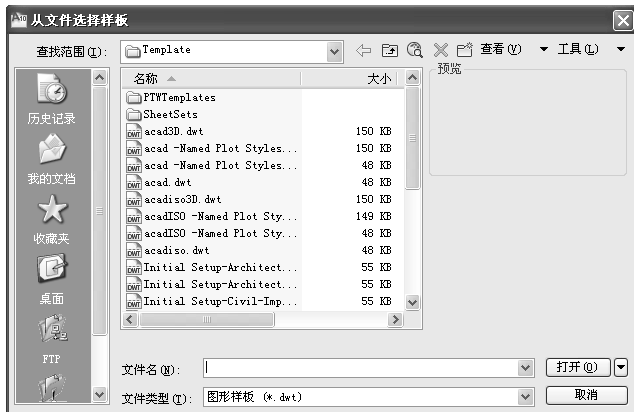
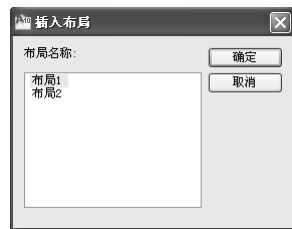

图 12-7 “从文件选择样板”对话框
图 12-8 “插入布局”对话框
(2) 删除:删除现有的一个布局。根据命令行提示输入要删除的布局名。如删除所有布局,则 AutoCAD 会在所有布局删除之后自动重建一个新布局“布局1”。
(3) 新建:新建一个布局标签。
(4) 样板:从 DWG 或 DWT 文件中已有的布局来创建新的布局。当选择此选项时,可以在弹出的“从文件选择样板”对话框中选择样板文件或图形文件,如图 12-7 所示。如果系统变量 FILEDIA 设置为 0 时,则不会显示对话框,用户可以从命令行中输入文件名称。选定文件后,AutoCAD 会弹出“插入布局”对话框,显示选定文件中的布局,如图 12-8 所示,选择所要应用的布局,此时选定的布局和指定的样板或图形文件中的所有对象将被插入到当前图形中。